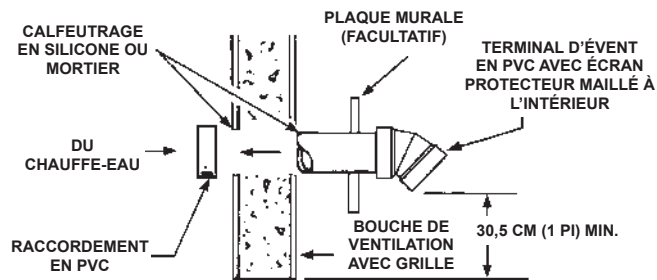

Figure 18. Bouche d'évacuation murale
Les instructions d'installation à travers un mur sont fournies à la *Figure 18* (page 22).
5. Glisser le tuyau à travers le mur et l'insérer dans l'accouplement sur l'autre côté du mur, en s'assurant que la bouche d'évacuation pointe dans la bonne position. Voir *Figure 18*.
Il est conseillé de commencer la pose du système d'évacuation par le souffleur et de continuer jusqu'à l'accouplement à l'intérieur du mur de pose de la bouche d'évacuation. Voir *Figure 18*.